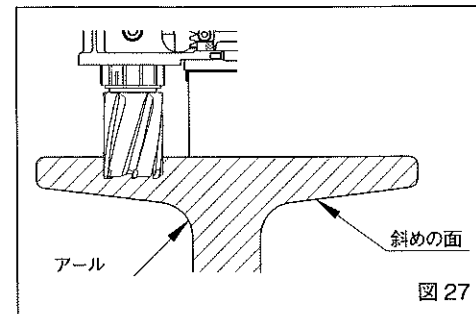

図 27
- アンクルやチャンネル、H形鋼等に穴をあけると、抜きぎわが斜めの面やアールにかかる場合は刃先が欠けることがありますので、切り始めと、抜きぎわは、ゆっくり送ってください。(図 27)